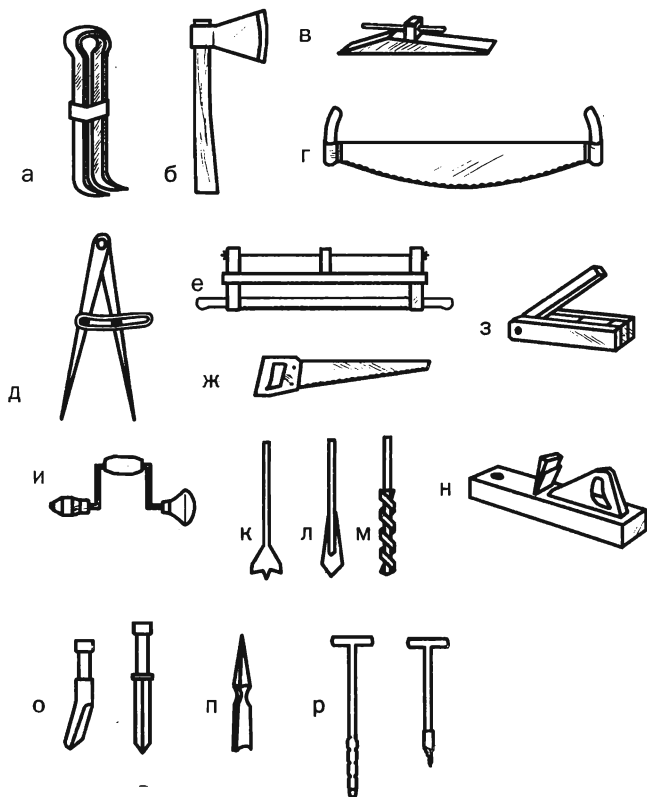

Рис. 28. Некоторые плотничные инструменты и приспособления:
- отвес, уровень и ватерпас для контроля горизонтальности и вертикальности при установке деревянных элементов (рис. 28).